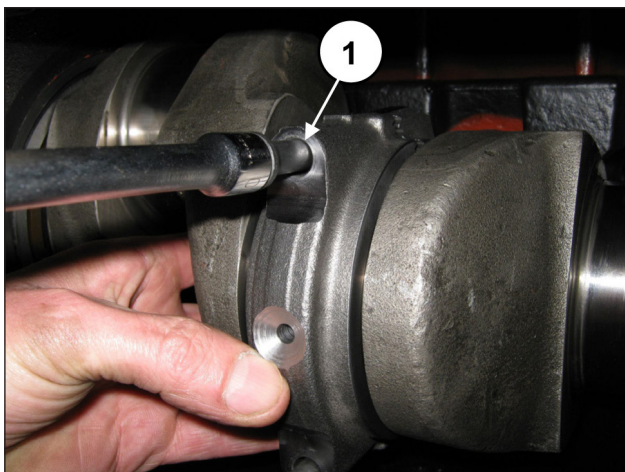

Fig. 68
Fixer les chapeaux sur les demi-bielles à l'aide des vis M10x1,5x80 (rep. ①, Fig. 68).